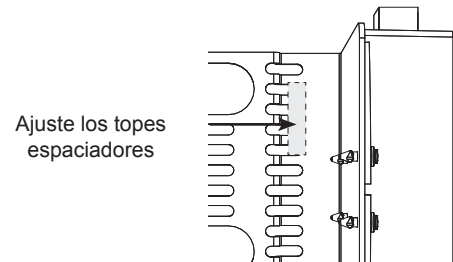

Fig. 2. Vista superior del área de montaje que muestra el soporte para los topes espaciadores XM2.
2. Si se instala el soporte en un sistema XM2, instale los topes espaciadores incluidos en el área sombreada de la Fig. 2.